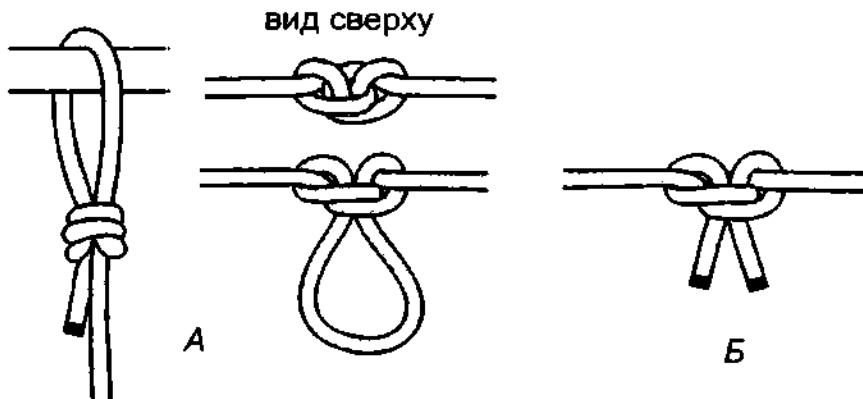

Рис. 223. Ездовая петля (А) и ездовой узел (Б) для связывания двух концов верёвки.
**Ездовая петля** состоит из двух переплетённых между собой **простых узлов** (рис. 223, 231). Эту петлю, также как и **бурлацкую петлю**, издавна использовали в упряжи, при перевозке пушек и телег, при буксировке барж, лодок и т. п. **Ездовая петля** по прочности и безопасности сравнима с **двойным беседочным узлом** и **фламандской петлёй**. Перед использованием узел необходимо расправить и аккуратно затянуть.